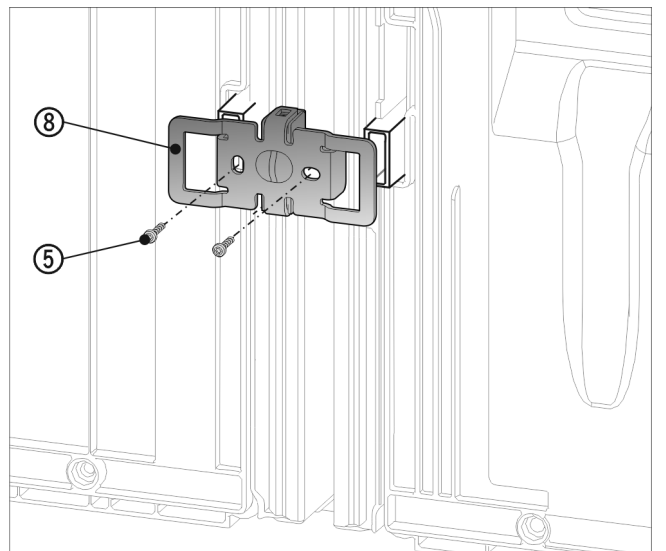

Fig. 23
- ▶ Den Winkel Fig. 23 (8) erneut mit den Aussparungen über die Aufnahme für die Wandabstandshalter schieben.
- ▶ Mit 2 Schrauben Fig. 23 (5) fest anschrauben.